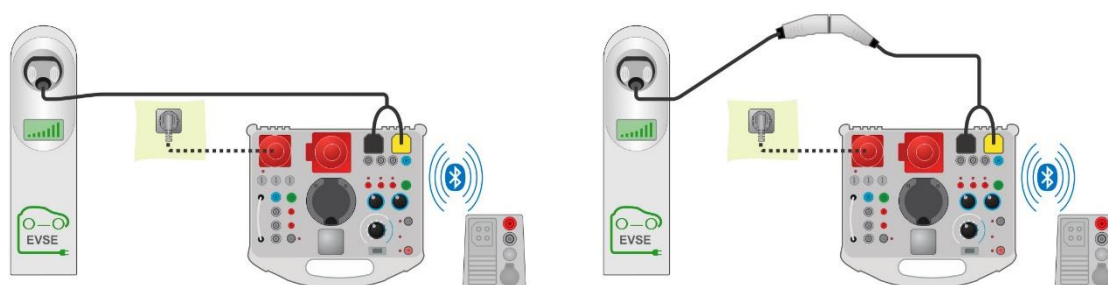
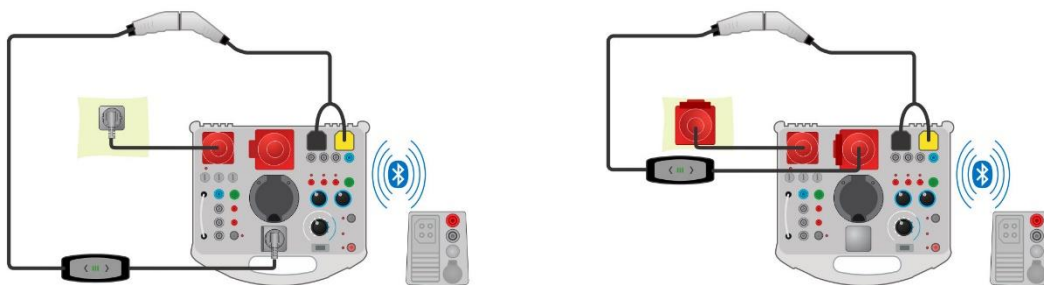
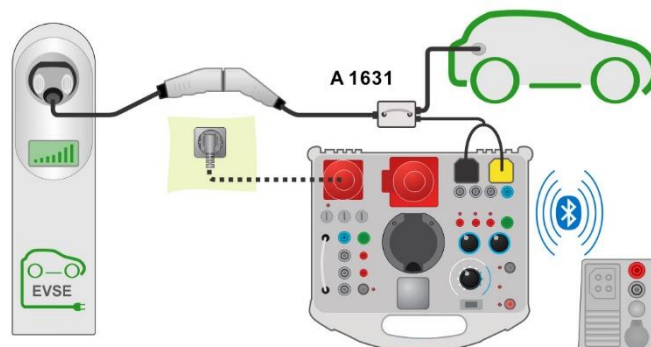

Abbildung 7.68: Diagnoseprüfung, EV-Simulator und Teilprüfungen auf Fehler - Anschluss an EVSE
Abbildung 7.69: Diagnoseprüfung, EV-Simulator und Teilprüfungen auf Fehler - Anschluss an Mode-2-Ladekabel, gespeist vom Analyser
Abbildung 7.70: Diagnoseprüfung (EVSE) - Monitor-Teilprüfung Anschluss an EVSE oder Ladekabel
- › Schließen Sie das Ladekabel/die Ladestation an den Adapter A 1632 eMobility Analyser an. Siehe **Abbildung 7.68**, **Abbildung 7.69** und **Abbildung 7.70**. Detaillierte Informationen finden Sie in der **Bedienungsanleitung zum A 1632 eMobility Analyser**.